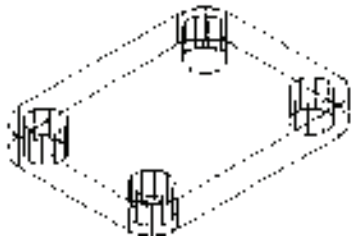

图 11-103 复制圆柱体
7) 单击“修改”工具栏中的“复制”按钮, 选择上一步绘制的圆柱体复制到其他三个圆角处。结果如图 11-103 所示。